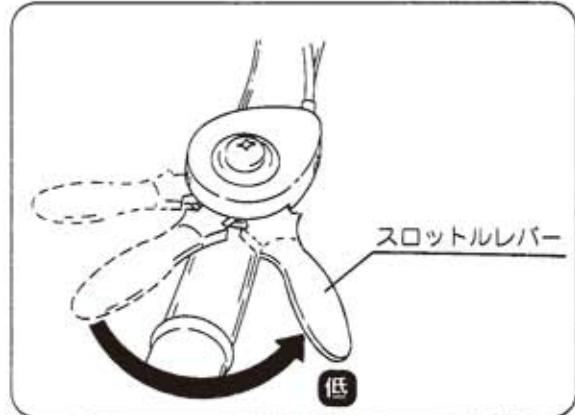

図16
- ② スロットルレバーを〔低速〕位置にもどします。(図16)